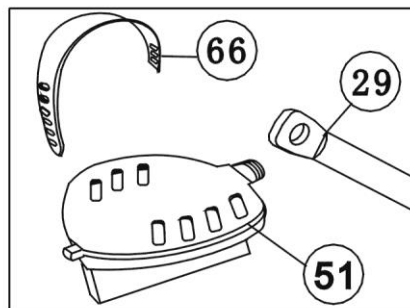

Figure 9
Montati curelele la pedale (66) la pedalele (51), dupa care montati pedalele stanga si dreapta (51) la manivelele (29). Pedala stanga (51L) se insurubeaza in sensul invers de mers a acelor de ceas. Pedala dreapta (51R) se insurubeaza in sensul de mers a acelor de ceas. (Vedeti figure 9)